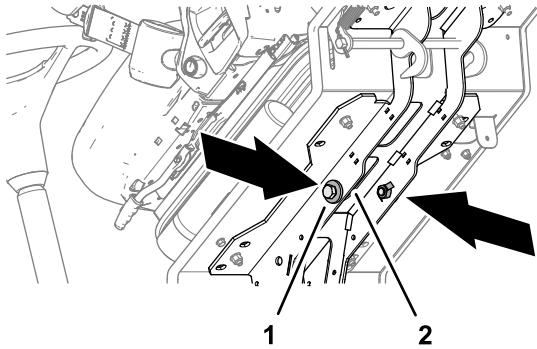

Bild 31
4. Entfernen Sie die beiden Schrauben 12 x 40 mm und die beiden Beilagscheiben 12 mm in den Stützschiene der Plattform (Bild 31).